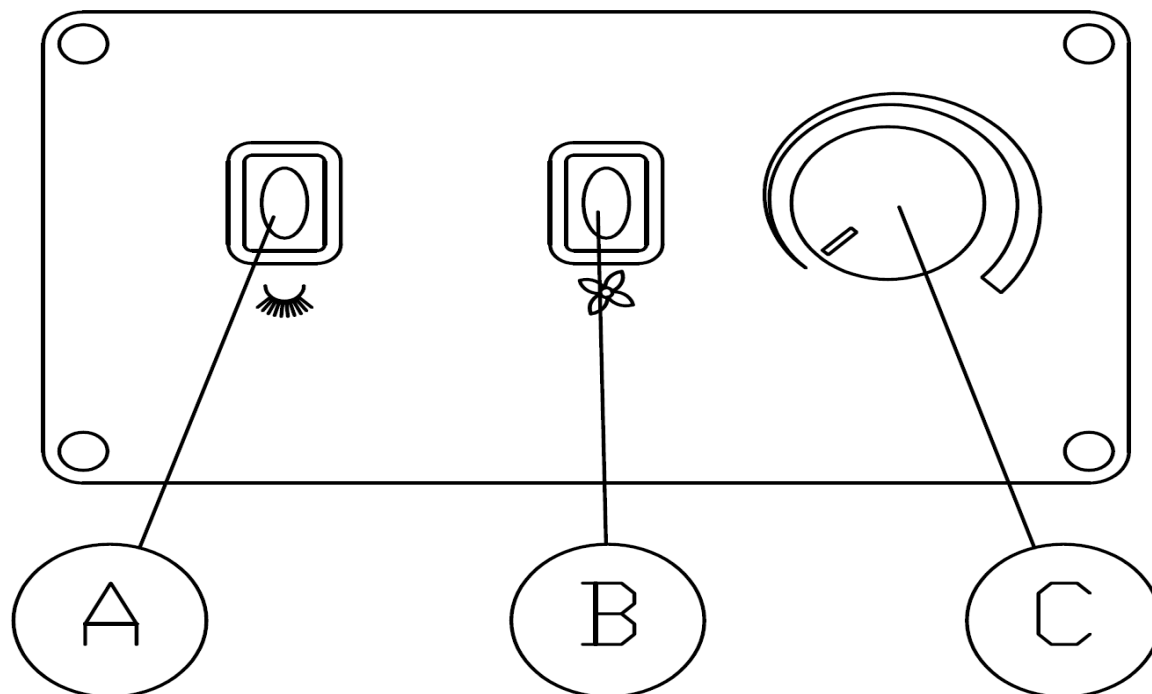

Fig.9
2. PANNELLO COMANDI DEL VARIATORE DI VELOCITA' (Fig. 9)